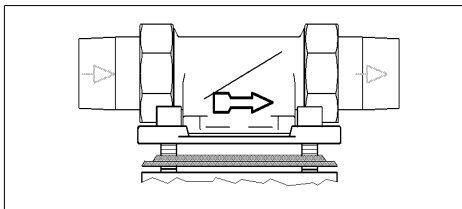

Abb. 4: Einbaudrehflansch
**Der Einbaudrehflansch muss in Fließrichtung installiert werden. Diese ist durch einen eingegossenen Pfeil gekennzeichnet (siehe Abb. 4).**